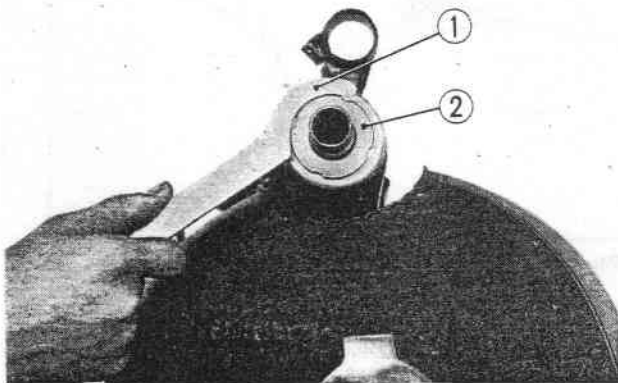

Fig. 11-5 ① Clé de douille supérieure de direction
8. Enlever la douille supérieure filetée de direction. Ce travail est facilité par l'utilisation de la clé spéciale. (outil n° 07072-20001) (Fig. 11-5)